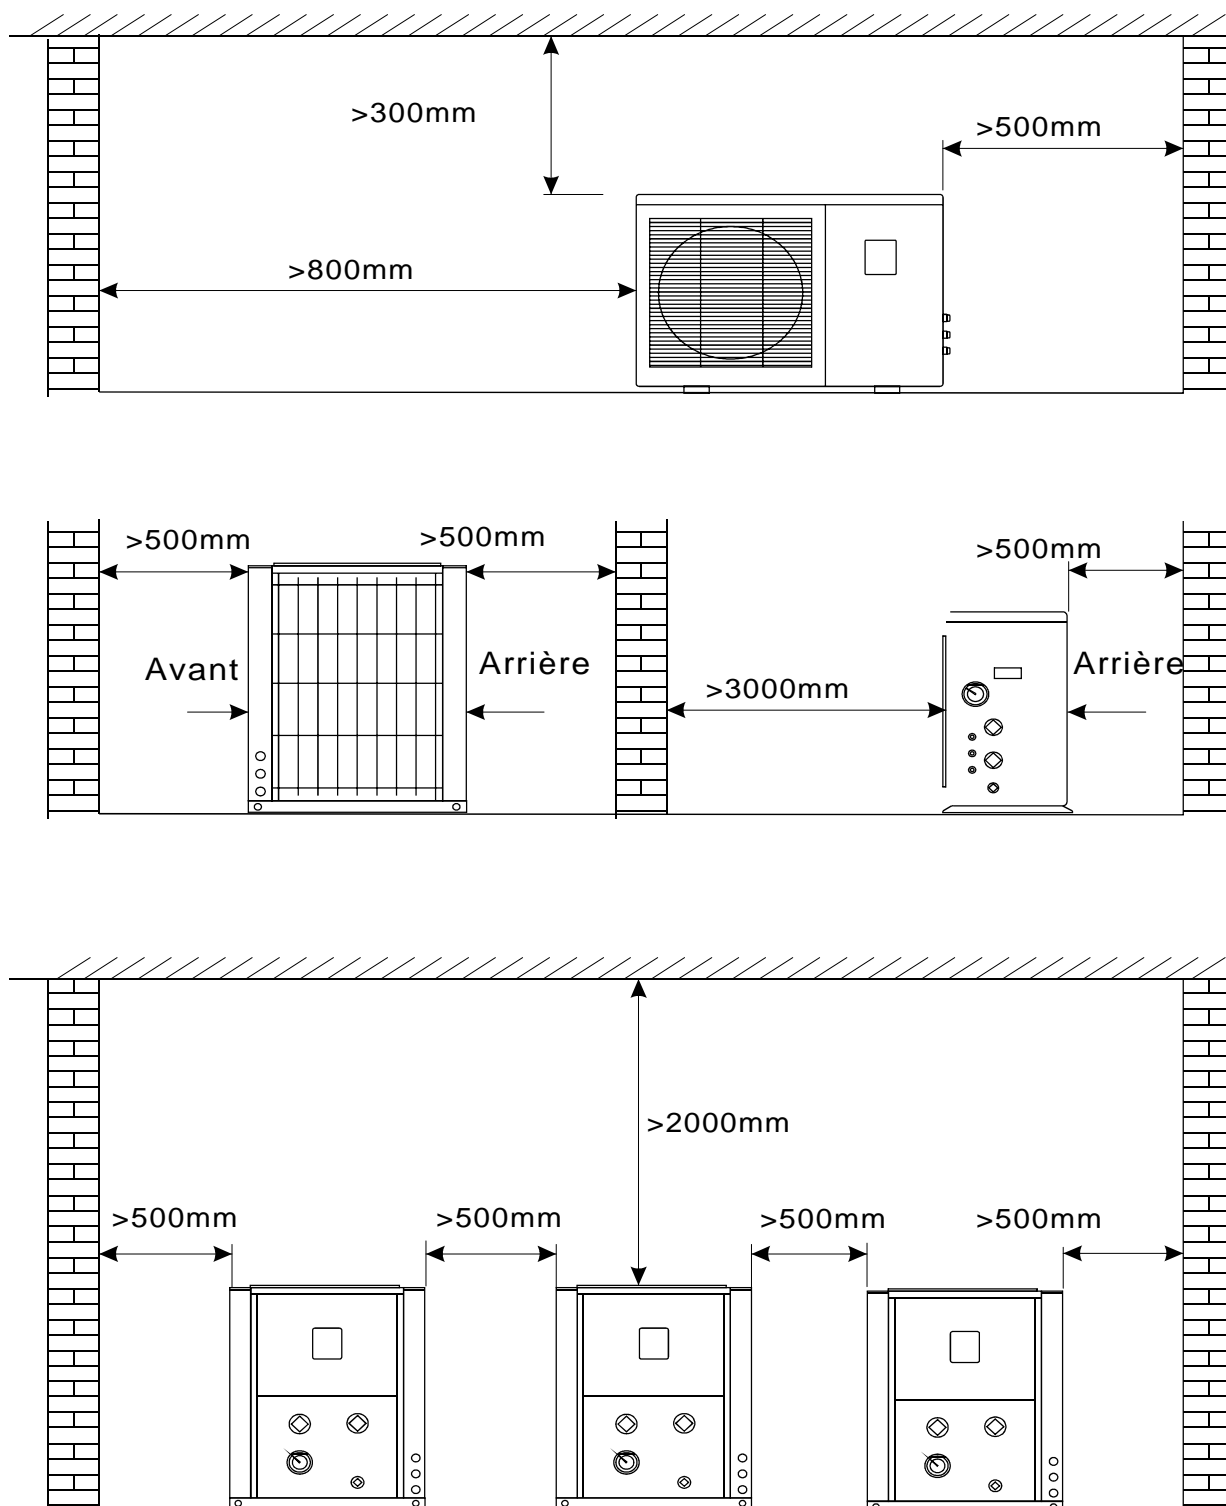

Figure 4-1
- 4). S'assurer de la conformité électrique de l'installation et du bon dimensionnement du câble d'alimentation (voir figure 4-1) ;
- 5). S'assurer qu'il y a suffisamment d'espace autour de la PAC pour son installation et sa maintenance (voir figure 4-1).